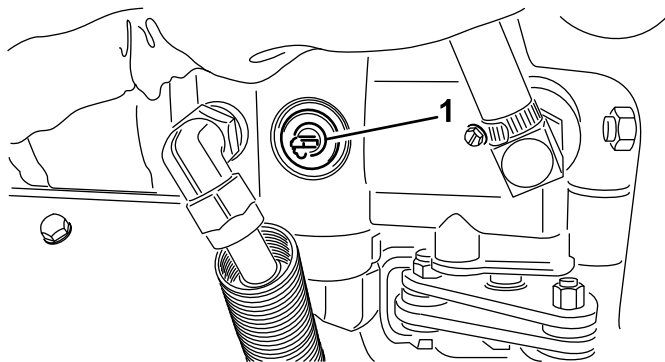

図 31
1. 油圧ポンプについているバイパスバルブ（図 31）のレバーを90° 回転させる（水平が開いた状態）。